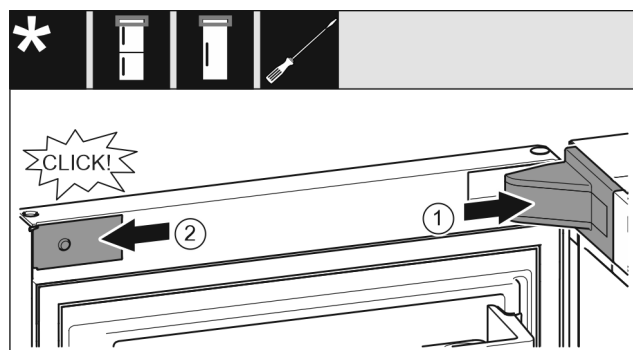

Fig. 21
- ▶ Поставете и фиксирайте капача на лагерната стойка, при нужда внимателно го натиснете настрани. Fig. 21 (1)
- ▶ Поставете странично капачката и я фиксирайте. Fig. 21 (2)